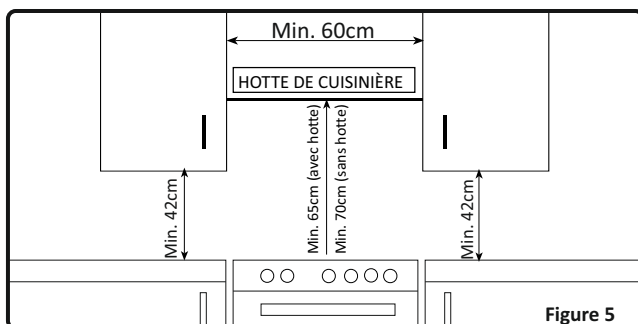

Figure 5
- La cuisinière peut être placée près d'un autre meuble, mais veillez à ce que la hauteur des meubles environnants ne dépasse pas la hauteur de la cuisinière (voir fig. 5).
- La hauteur minimum entre le plan de cuisson et la hotte (ou les éléments muraux) est indiquée sur la fig. 5. La hotte d'évacuation doit être située à au moins 65cm du plan de cuisson. S'il n'y a pas de hotte, la hauteur du meuble situé au-dessus du plan de cuisson ne doit pas être inférieure à 70cm.